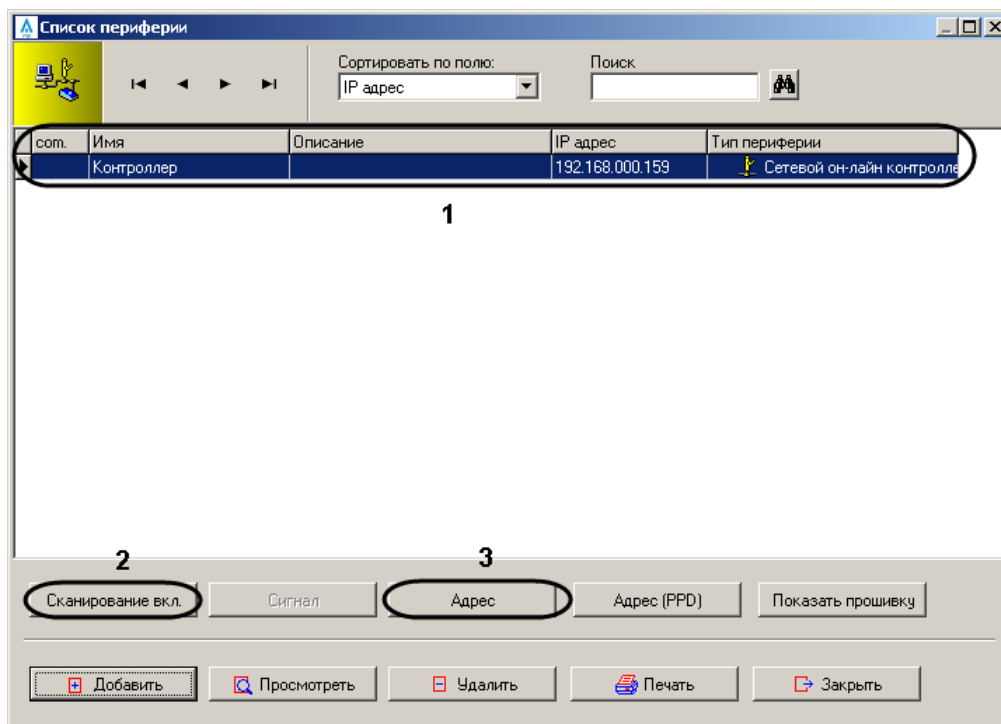

Рис. 3.2—8 Установка связи с устройством
9. Устройство будет добавлено в список периферии (Рис. 3.2—8, 1).